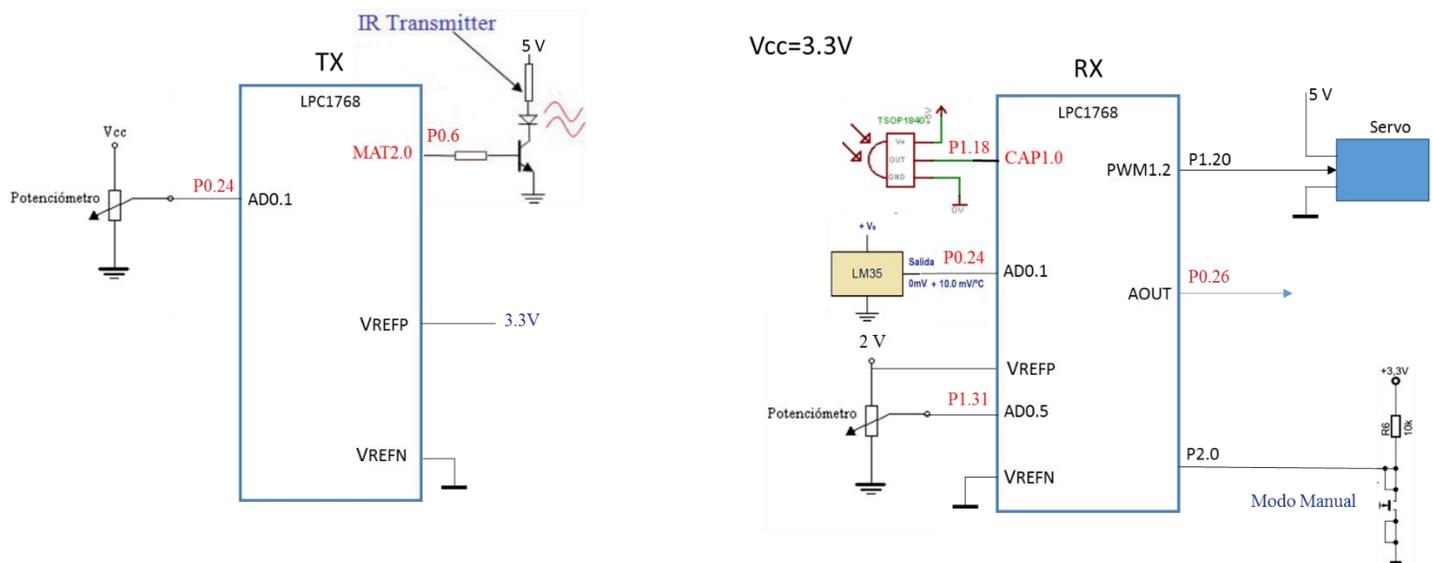

Figura 1. Diagrama de bloques del sistema
El diagrama de bloques de la figura 1 muestra un sistema de control a distancia por infrarrojos de un servomotor basado en el LPC1768 (Fcpu=100Mhz). El sistema consta de un módulo transmisor y un módulo receptor. El módulo transmisor (TX) dispone de un potenciómetro que permite controlar la posición del servomotor conectado al módulo receptor (RX) en un rango de 0 a 180º variando su recorrido.